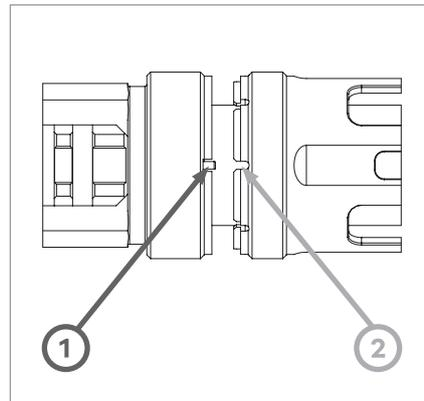

РИС.69
- ▲ Недовернув гайку на пол оборота до упора, убедитесь, что паз на цевье (поз.2, РИС.69) совпал со штифтом на ресивере (поз.1, РИС.69). Визуально проконтролировать это не получится, т.к. гайка будет закрывать штифт. Когда цевьё не будет иметь возможность вращаться вокруг собственной оси, это и будет означать, что штифт попал в паз.